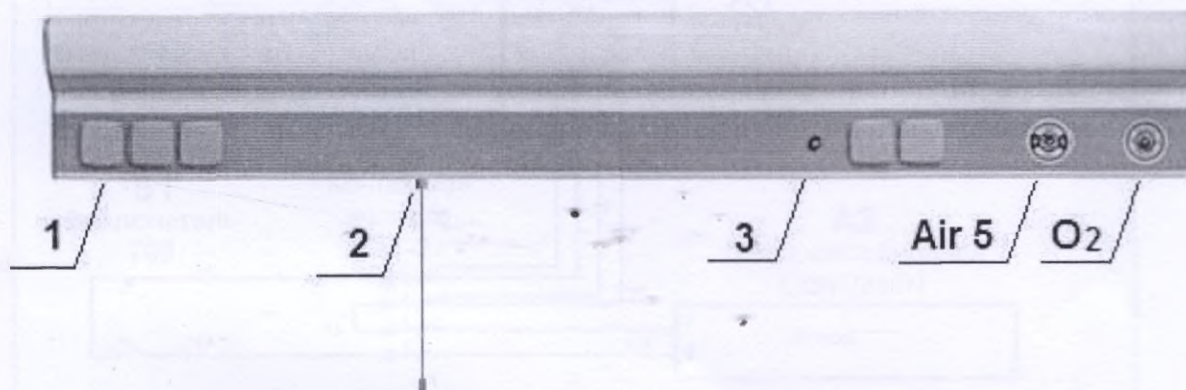

Рис. 1 Расположение газовых клапанов, розеток электропитания и основных органов управления на базовом блоке настенной медицинской консоли
- 6.4 Расположение газовых клапанов, электророзеток и основных органов управления приведено на Рис. 1